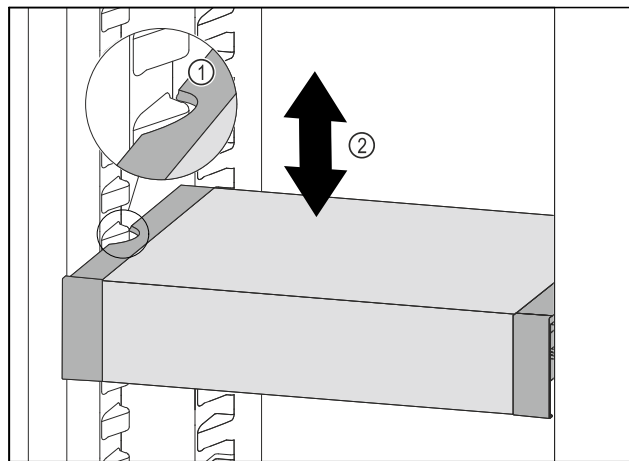

Fig. 103
- ▶ Dra VarioSafe framåt tills sidofördjupningarna på VarioSafe är i samma nivå som behållarlisterna i kyldelen. *Fig. 103 (1)*
- ▶ Förflytta VarioSafe uppåt eller nedåt i kyldelen tills önskad höjd har uppnåtts. *Fig. 103 (2)*